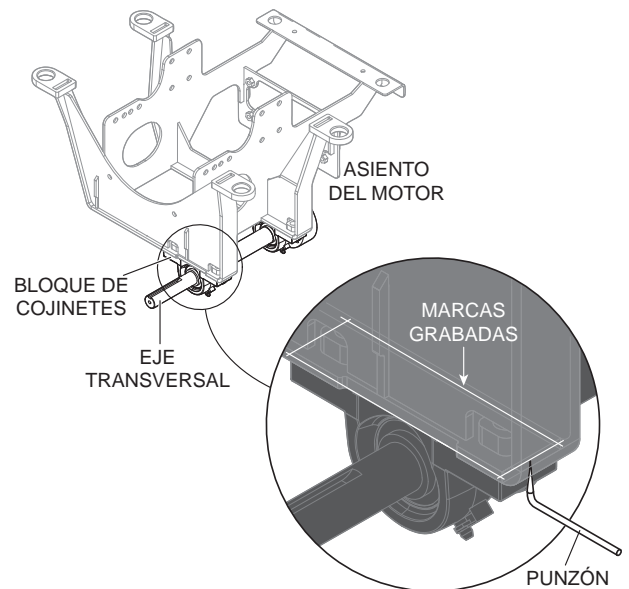

Figura 16. Marcas de punzón del eje transversal
1. Es importante usar un punzón para marcar los bordes de ambos bloques de cojinetes en la parte inferior del asiento del motor. Vea la Figura 16.
Asegúrese de alinear ambos bloques de cojinetes con marcas de punzón en el asiento del motor. Vea la Figura 16.